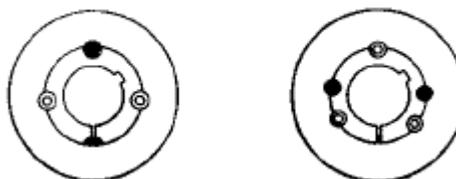

Abb. 10-7 Bohrungen der Riemenscheiben
3.- Die Buchse derart in die Bohrung der Riemenscheibe einfügen, dass die Halbbohrungen mit Gewinde der Riemenscheibe an den Halbbohrungen ohne Gewinde der Buchse anliegen (Foto 27). Je nach Größe der Riemenscheibe sind 2 oder 3 Bohrungen zu verzeichnen (Abb. 10-7), wie auch in Tabelle 10-1 nachgeprüft werden kann.